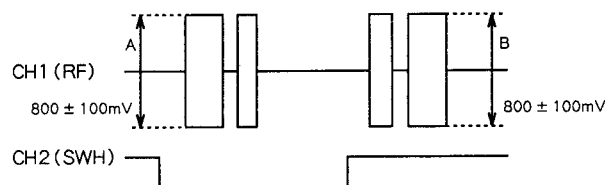

Fig. 5-9
- 3). Adjust trimmer resistor R121 so that levels A and B of the output waveform (1.57 MHz) are  $800 \pm 100$  mV, as shown in Fig. 5-9. At this time, if the difference in output level between A and B is too great for both of them to fall within the standard range, match the higher to the standard value.
- 3). 図5-9のように、出力波形 (1.57MHz) A, Bのレベルが  $800 \pm 100$  mVになるように半固定抵抗 R121を調整する。このとき、AとBの出力差が大きく規格値に入らない場合は、大きい方のレベルを規格値に合わせるように調整する。